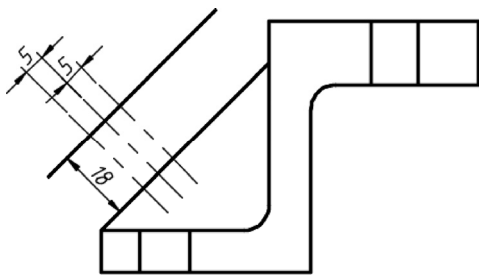

图 13-28 创建 3 条偏移线
20) 创建 3 条偏移线。使用 OFFSET 命令创建图 13-28 所示的 3 条偏移线，图中给出了相应的偏移距离。